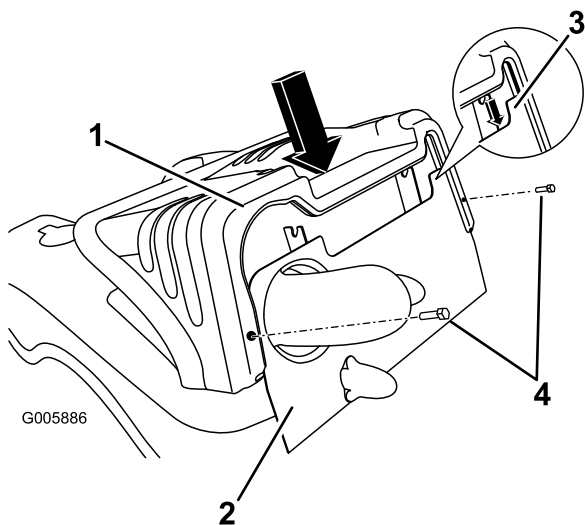

Figura 28
1. Per montare il cofano allineate l'intaglio del cofano con il telaio, e abbassate con cautela il cofano sul telaio (Figura 28). Prima di premere il cofano del motore, verificate che il telaio sia inserito correttamente nell'intaglio presente sul cofano. Premete con cautela per inserire il perno di fissaggio. Sostituite i dispositivi di bloccaggio rimossi in precedenza.